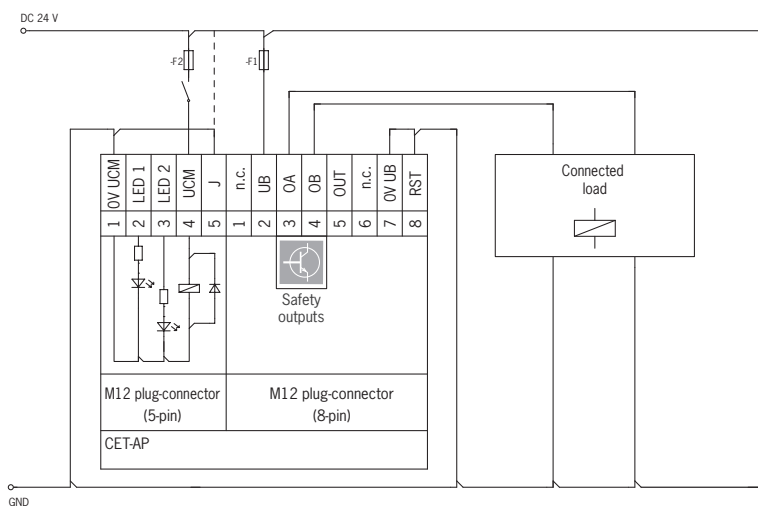

Bild 3: Anschlussbeispiel für Ausführung mit Lerneingang und Steckverbinder 2 x M12
Schließen Sie das Gerät an, wie in Bild 3 gezeigt. Der Meldeausgang OUT und, wenn vorhanden, der Türmeldeausgang OUT D können auf eine Steuerung geführt werden.
- Bei Ausführung mit Lerneingang: Für die Lernbereitschaft muss der Lerneingang J mit +24 V DC verbunden werden (siehe Bild 3,4 und 5). Im Normalbetrieb den Lerneingang mit 0 V verbinden.